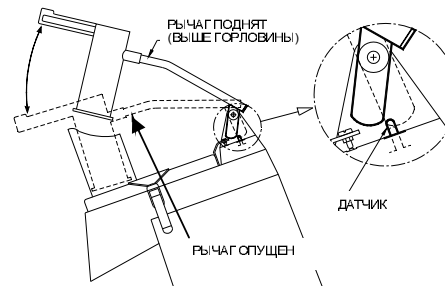

Рис. 2 - Электрические защитные устройства
- А на прижимном рычаге, который блокирует работу машины, если рычаг поднимается выше горловины крышки, и обеспечивает автоматический пуск с момента, когда описанные выше опасные условия не наблюдаются (рис. 2).